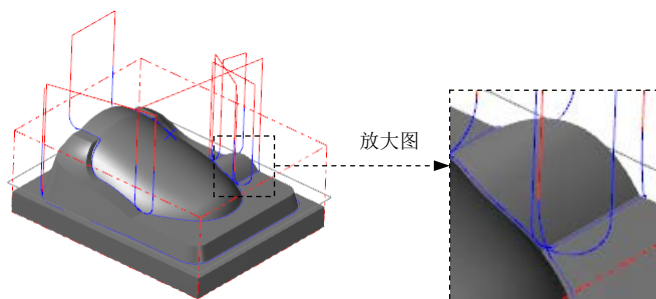

图 17.44 刀具路径
Step8. 单击“曲面精加工交线清角”对话框中的  按钮，完成加工参数的设置，此时系统将自动生成图 17.44 所示的刀具路径。